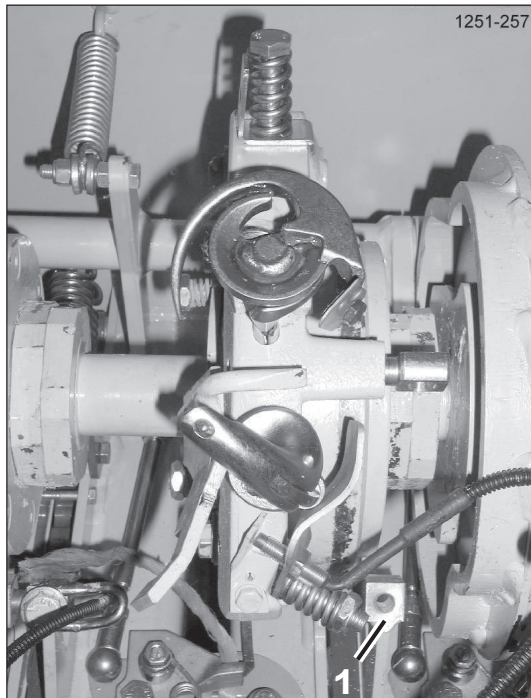

Рисунок 97
- ❑ Следите за тем, чтобы не оборвать кабель датчика и не перегибайте его: выкрутите стопорный винт [1] (Рисунок 97) и откиньте все обвязочное устройство на вале вверх.